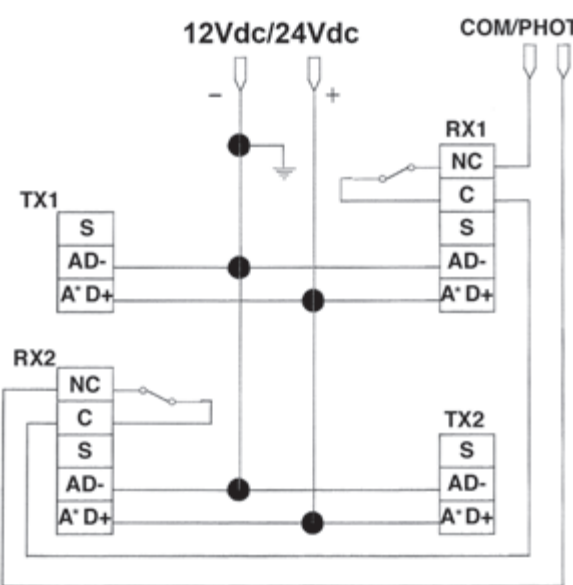

Fig. 3
### CON ALIMENTAZIONE IN CONTINUA 12Vdc/24Vdc PER 1 O 2 COPPIE DI FOTOCELLULE (Fig. 3)
In questo unico caso non si ottiene il sincronismo. È necessario eseguire il collegamento di Fig. 3 (con quadri elettronici RIB).
**Funzionamento senza sincronismo** (Fig. 3): interporre un ostacolo prima davanti al trasmettitore e poi davanti al ricevitore. Verificare che il LED ROSSO del ricevitore si spenga in entrambi i casi.